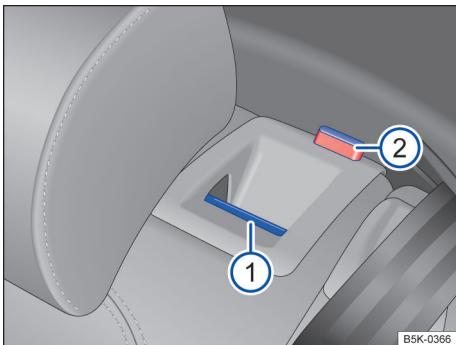

Fig. 75 No encosto do banco traseiro: botão de destravamento.
— Puxar o botão de destravamento → Fig. 75 1 para frente e, ao mesmo tempo, rebater o encosto do banco traseiro para frente.
A parte de encosto do banco traseiro respectiva estará destravada quando uma marcação vermelha → Fig. 75 2 estiver visível.
A marcação vermelha → Fig. 75 2 não deve mais estar visível.
- Uma marcação vermelha → Fig. 75 2 sinaliza um encosto do banco traseiro não encaixado. Verificar sempre se a marcação vermelha não está visível quando o encosto do banco traseiro estiver na posição ereta.